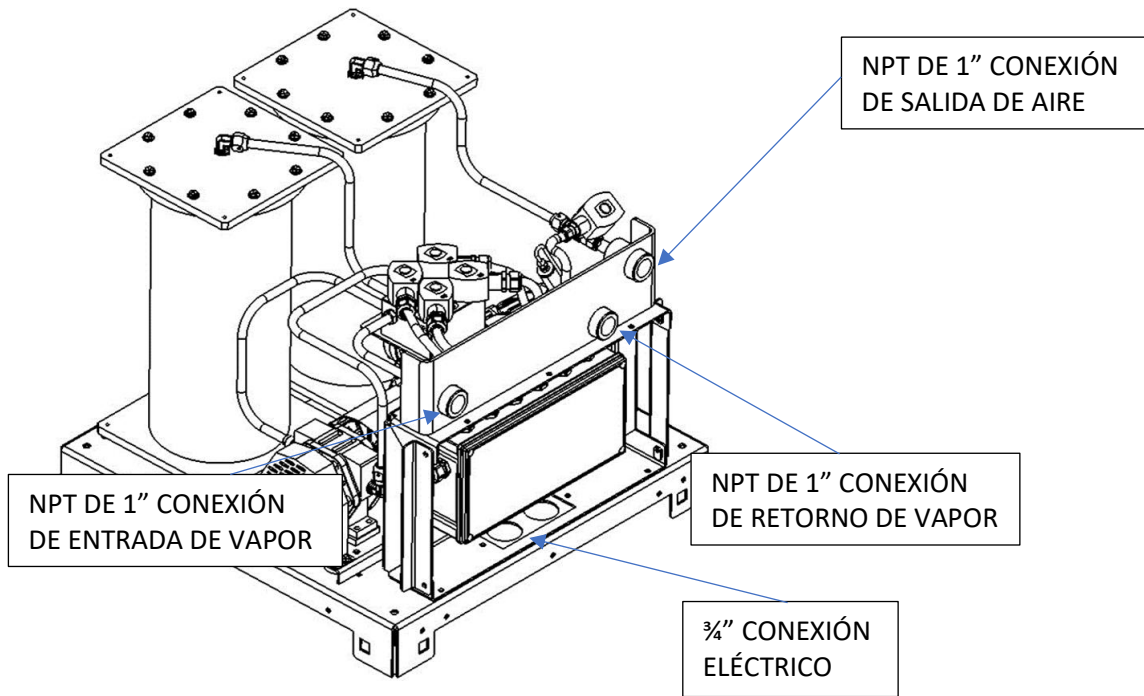

Figura 6-9: Diagrama de funcionamiento GREEN MACHINE
6. Durante el modo de funcionamiento de 60 segundos: **Vea la Figura 6-9.** Coloque su mano sobre la abertura de la conexión T en la entrada de vapores y perciba la succión.
8. Durante el ciclo de purga de 60 segundos: **vea la Figura 6-9.**